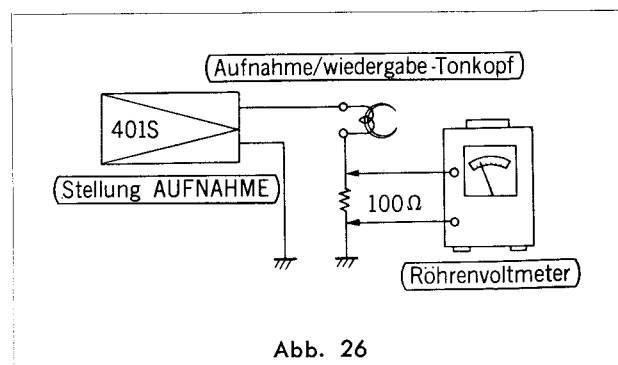

Abb. 26
Aufbau der Meßinstrumente: Siehe Abb. 26.
1. Den Masseanschluß des Löschkopfes ablöten und das Gleichstrom-Milliamperemeter zwischen Masse und dem Masseanschluß des Löschkopfes schalten, wie in Abb. 26 gezeigt.